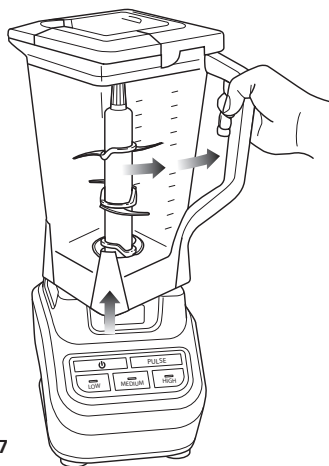

Fig. 7
- 8 Avant d'enlever le pichet, enfoncez le bouton de mise en marche (⏻) afin d'éteindre l'appareil. Attendez que les lames cessent de tourner avant de retirer le pichet. (Fig. 7)